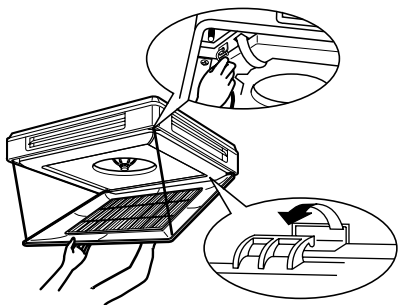

Fig. 4
- 2 Con la rejilla de succión en posición abierta, desmonte la rejilla de succión empujándola hacia arriba como en la figura. (Refiérase a la Fig. 4)